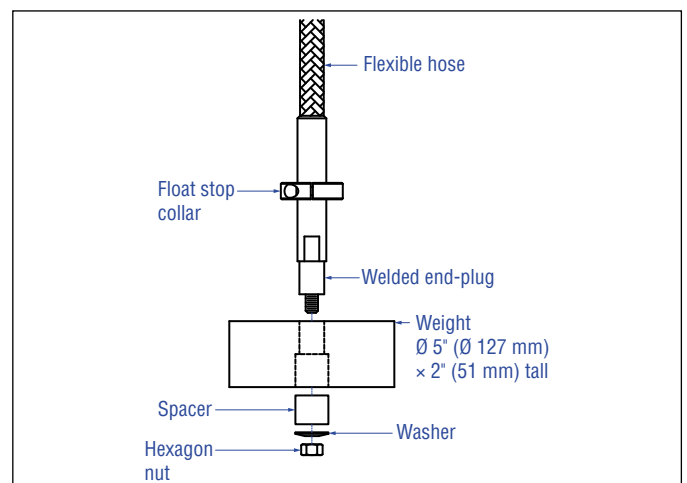
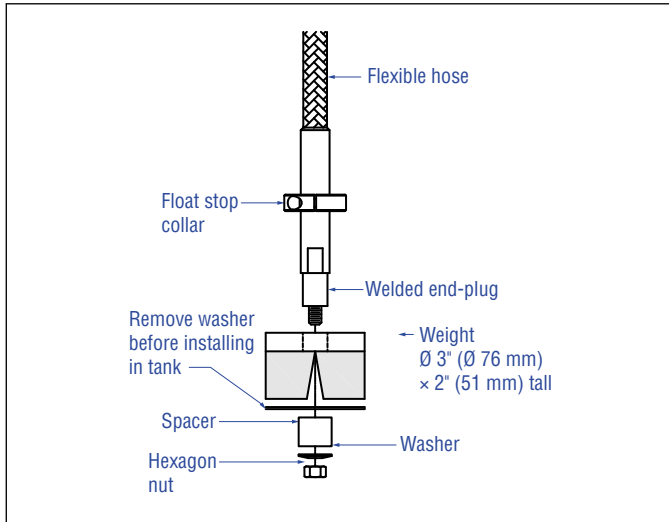
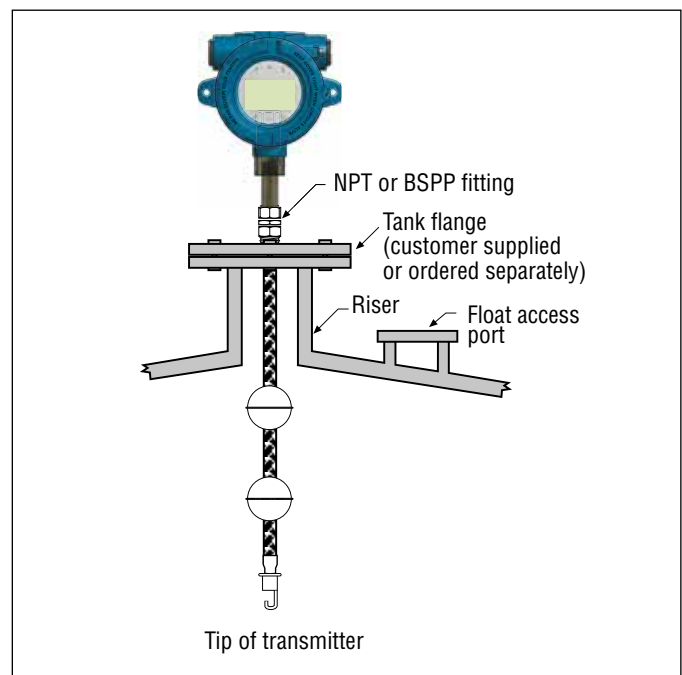

Fig. 8: Pesa de fijación inferior
Fig. 9: Imán de fijación inferior
Fig. 11: Montaje con brida soldada para tubo flexible
5. Monte el gancho, la pesa o el imán a la sección del enchufe con extremo soldado de la tubería (la sección rígida inferior de la tubería) usando la tuerca, el espaciador o la rondana proporcionados, apriete de forma segura como se muestra en la Fig. 8, la Fig. 11 y la Fig. 9. Para el imán, quite la junta antes de instalarlo en el tanque.
En la mayoría de las aplicaciones, el transmisor Tank Slayer® se puede montar directamente al tanque o a la brida a través de un accesorio roscado NPT o BSPP, siempre que haya una conexión roscada adecuada disponible. Si el flotador no se adapta a la abertura de la brida cuando se retira la brida, debe existir algún medio alternativo de montaje del flotador en el transmisor desde el interior del recipiente; esto puede exigir un puerto de acceso próximo al punto de entrada del transmisor, según se muestra en la Fig. 11.